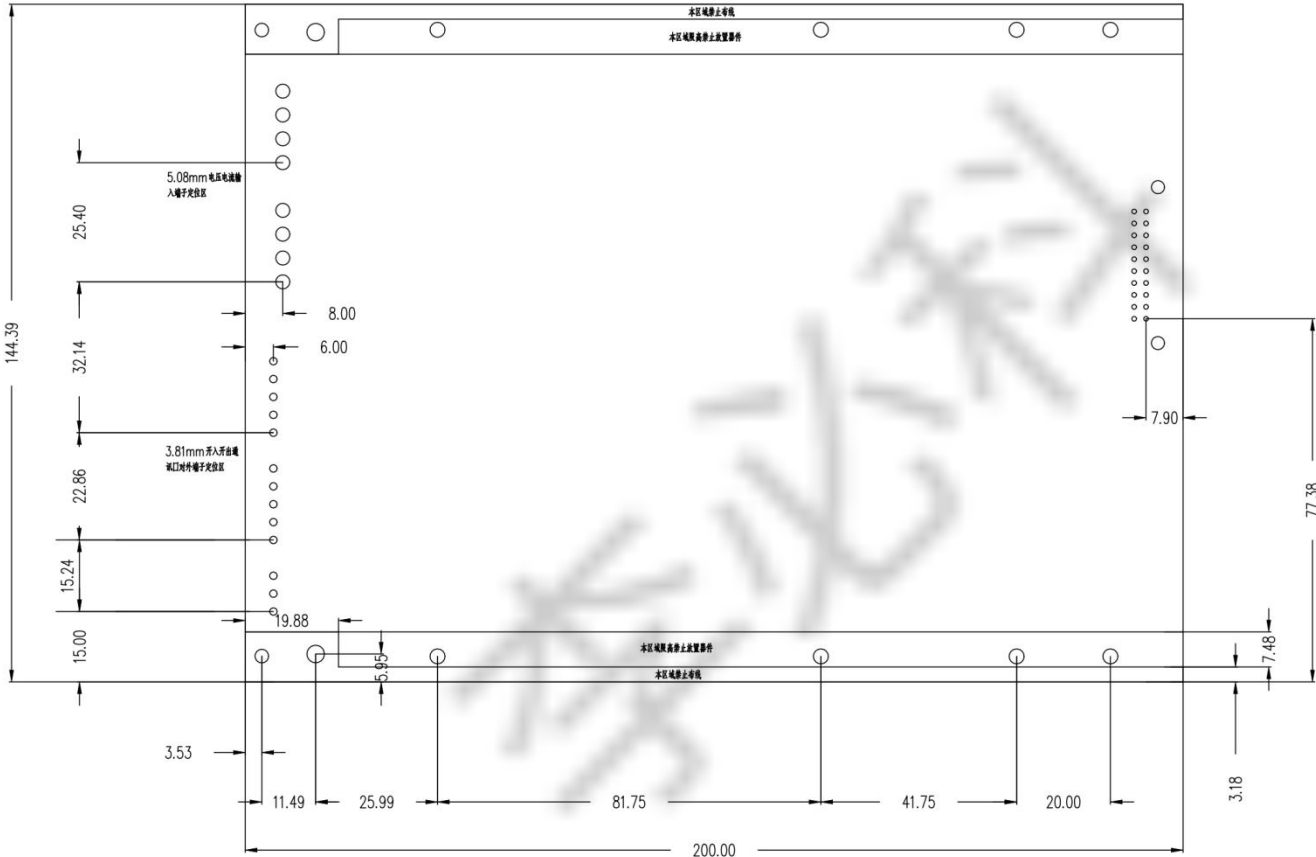

图 5 结构尺寸（单位：mm）
- 2、四层板设计，板面积 200mm×144.4mm，可双面布局,对外接口、指示灯及 PCB 外框根据所提供 CAD 结构图纸进行设计与放置（或根据图 5 自行绘制）；